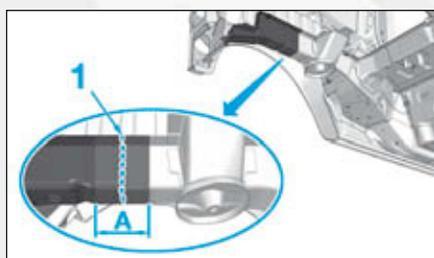

FIG.245
- Tracer puis découper en (1) dans la zone de coupe (A) (Fig.245).